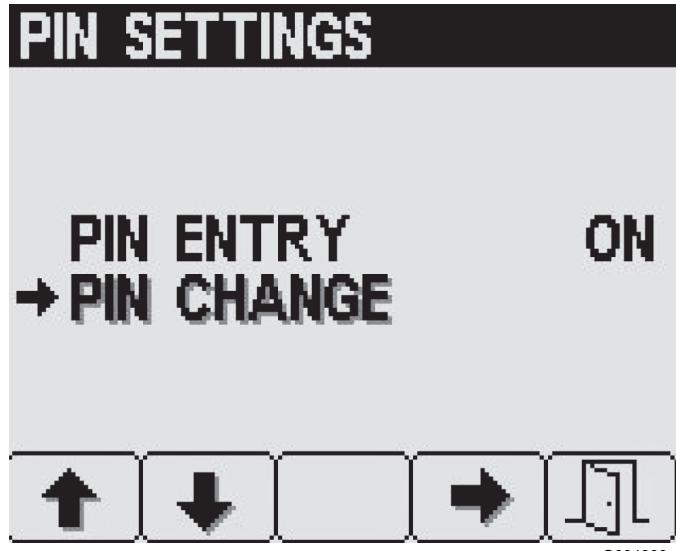

Figura 26
- Premete il pulsante 1 o 2 per selezionare l'opzione MODIFICA PIN (Figura 26).